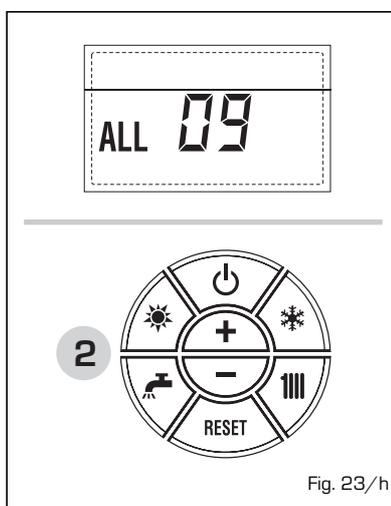

Fig. 23/h
- ANOMALIA SONDA AUSILIARIA "ALL 10" (fig. 23/i)